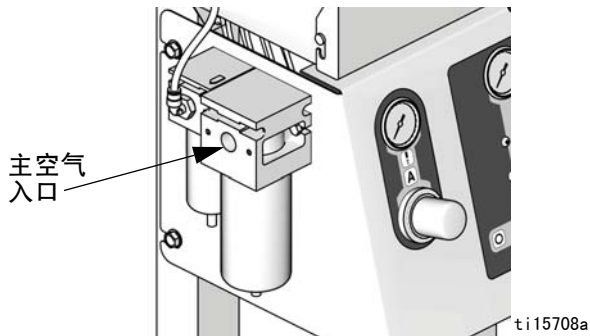

图 3. 供气入口
2. 将供气管路连接到主空气入口。该空气管路为电磁阀、阀和泵供应空气。参见 图 3。